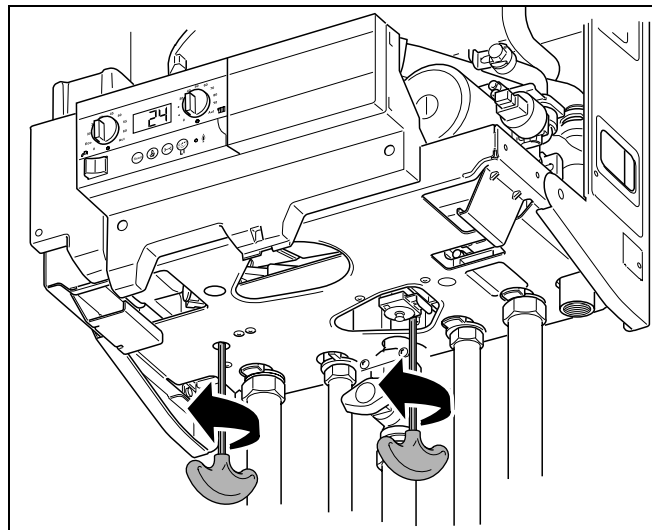

fig. 53 Schroeven van platenwisselaar losdraaien
- Draai de beide schroeven van de platenwisselaar los (→ fig. 53).